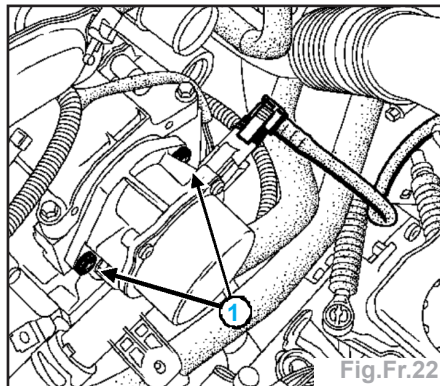

Fig.Fr.22
- les vis de fixation (1) de la pompe à vide (Fig.Fr.22).